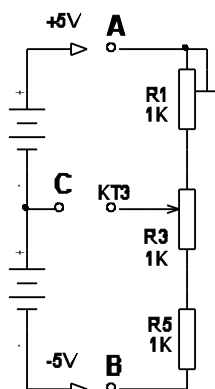

Рис. 2.
1. Собрать схему на макете согласно рис. 2. (Перемычка **P** разомкнута)